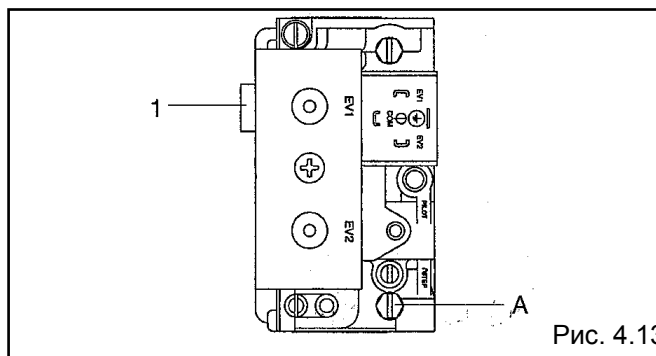

Рис. 4.13
- Закрутить до упора винт (1) регулятора давления (рис. 4.13)
- Открутить примерно на 3 оборота винт на штуцере (A) и подсоединить манометр (рис. 4.13)